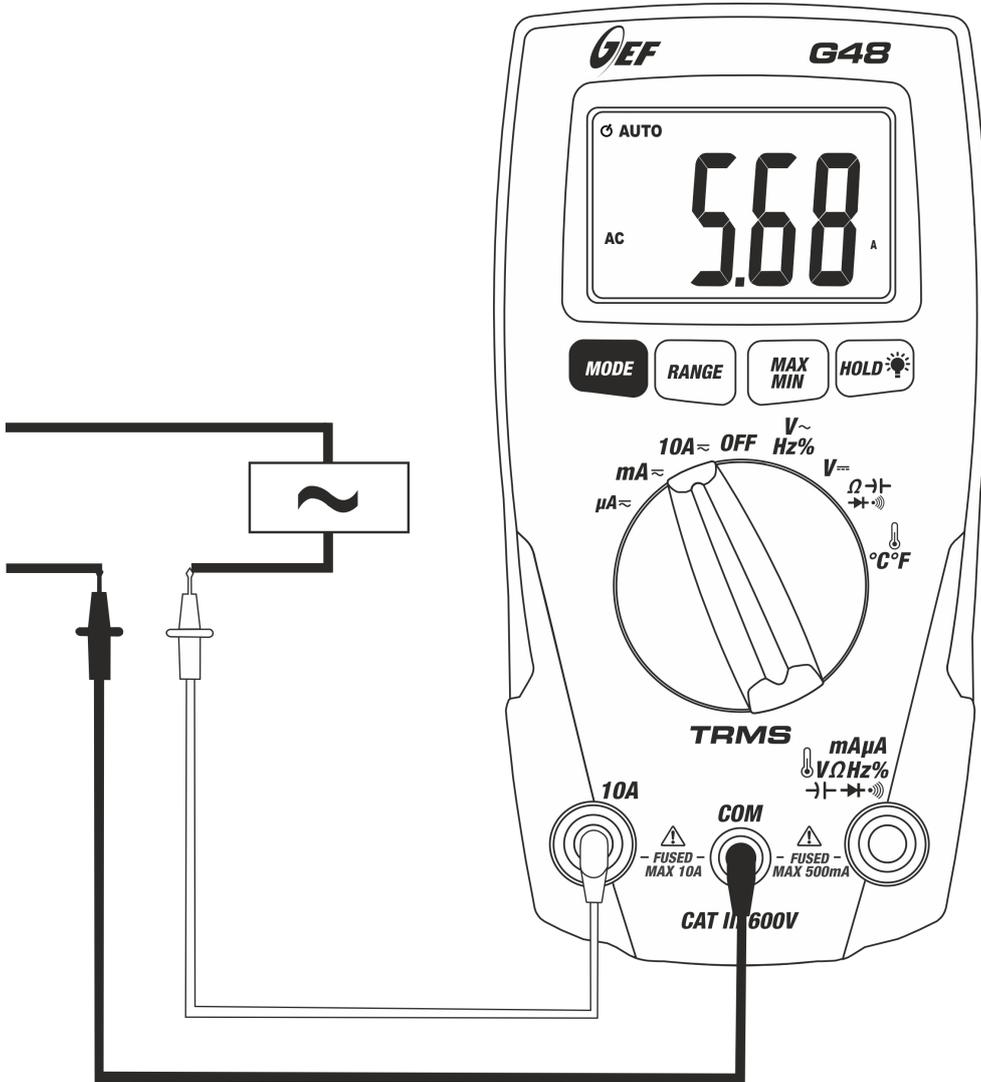

Fig. 10: Uso del instrumento para medida de Corriente CA
4. Conecte la punta roja y la punta negra en serie al circuito del que se quiere medir la corriente respetando la polaridad y el sentido de la corriente (vea Fig. 10).